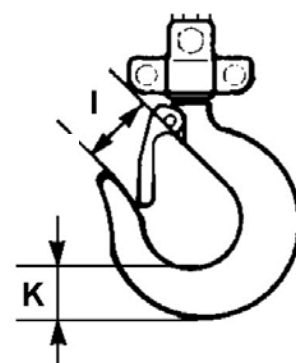

Fig. 4: Lastekrok
**Kontroll av lastekrok** (se fig. 4 og tabell 1)